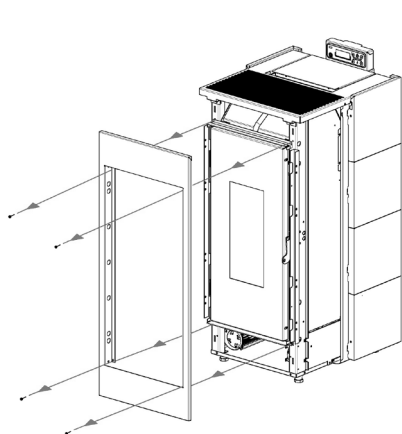

Fig. 37 - Odstranjevanje sprednje plošče
- Odstranite sprednjo ploščo: odvijte 4 vijake (gl. **Fig. 37**).